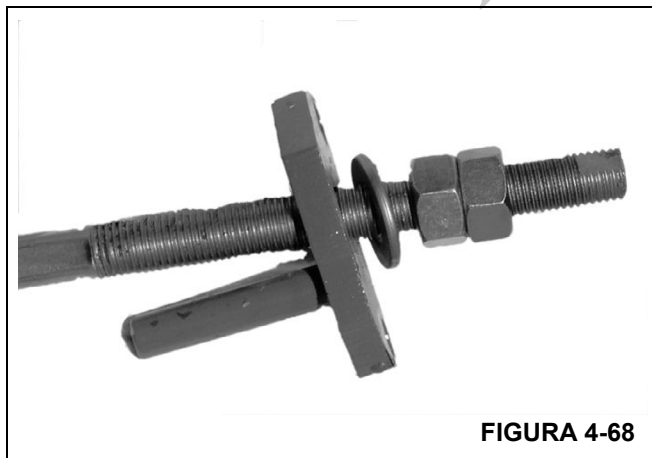

FIGURA 4-68
- 13. Arme los miembros soldados de anclaje a los cables de retracción de la sección de extremo. Enrosque la tuerca sencilla en el extremo del cable hasta que quede visible 1-1/2 pulg de su rosca y luego instale la contratuerca (Figura 4-68).